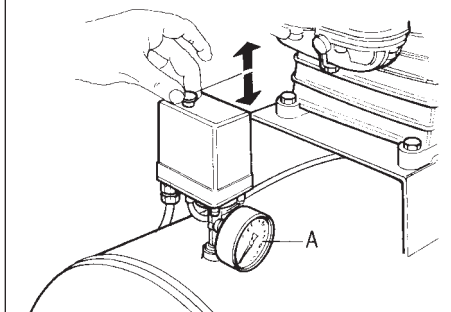

fig. 3
- controlar que el botón ubicado sobre el presóstato, de color rojo, se encuentre en la posición de apagado "OFF-0" (*fig. 3*).
Para prender el compresor, posicionar el botón en "ON - 1", empujando hacia arriba (en los motores trifásicos controlar que el sentido de rotación del motor corresponda al indicado por la flecha). Para apagar el compresor, empujar el mismo botón hacia abajo, hasta alcanzar la posición de apagado "OFF - 0" (*fig. 3*).
para la regulación; en caso contrario es necesario liberarla, jalándola hacia arriba hasta superar el salto que la bloquea. Si se gira la perilla de regulación en sentido horario, la presión de salida aumenta y disminuye cuando, al contrario, se gira en sentido antihorario. En los reguladores que poseen registros en forma de alfiler, la regulación del aire (cerrar/abrir) no se debe absolutamente hacer accionado la mariposa del registro con pinzas u otras herramientas, que podrían causar la ruptura de la mariposa B misma (fig. 6); en condiciones normales, el registro aguanta las presiones sin excesivo esfuerzo. Existen dos familias de reguladores de presión, cuya presión máxima de ejercicio alcanza, respectivamente, los 8 y 10 bar; presiones de valores superiores afectan gravemente su normal funcionamiento. El valor que corresponde a la presión de uso aparece indicado en el manómetro A (fig. 6), mientras que el valor registrado en el manómetro A (fig. 3) se refiere a la presión interna del tanque.